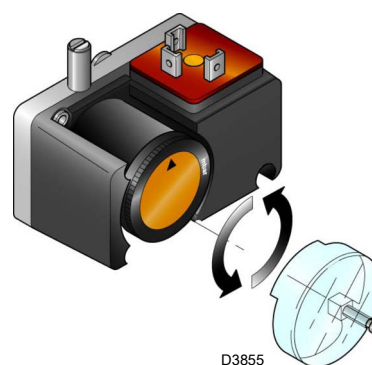

图 31
- 调节最小燃气压力开关 (图 31 页 36) 至量程的起始位置。
在调节燃烧器、燃气阀和阀组稳定器后，再调节低燃气压力开关（图 31）。